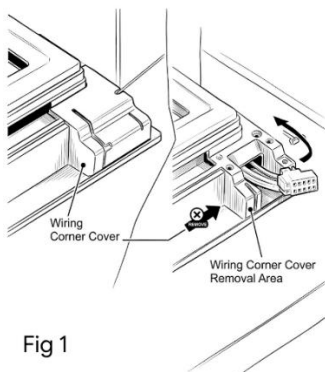

Fig 1
1. Insérer un levier fin ou une sonde dans la jonction du couvre-corniche en plastique du côté contenant le faisceau de câblage de la porte. Soulevez doucement pour libérer les languettes en plastique. Faites bouger le couvercle en plastique pour sortir du coin du cadre de porte, en veillant à ne pas tirer ou abîmer le câblage exposé en dessous. (Fig. 1)
3. Avancez dans le coin opposé du cadre de la porte. Utilisez votre levier pour soulever et déclipser le couvercle décoratif en plastique solide et brut. Apportez le couvercle blanc jusqu'au coin initial où vous avez retiré le couvercle du câblage en premier. Alignez-le avec la fente vide du cadre d'angle et appuyez fermement avec vos doigts jusqu'à ce qu'il s'enclenche solidement, laissant une finition propre et sans couture. (Fig. 1)